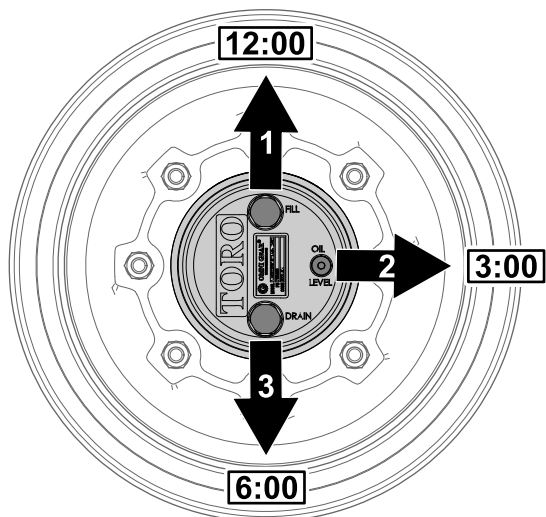

Рисунок 65
положении «12 часов», пробка контрольного отверстия – в положении «3 часа», а пробка сливного отверстия – в положении «6 часов» (Рисунок 65).
2. Снимите пробку контрольного отверстия, расположенную в положении «3 часа» (Рисунок 65).
1. Припаркуйте машину на ровной поверхности, расположите колесо так, чтобы пробка заливного отверстия находилась в положении «12 часов», пробка контрольного отверстия – в положении «3 часа», а пробка сливного отверстия – в положении «6 часов»; см. Рисунок 65 в разделе Проверка масла в планетарном редукторе (страница 67).